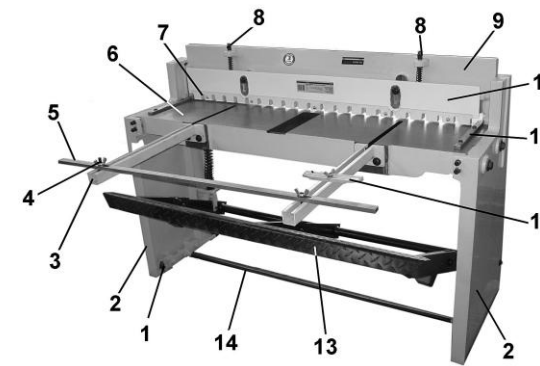

Рис. 2
5. УСТРОЙСТВО (Рис. 2)
6.4. Демонтируйте поддон, предварительно удалите четыре болта крепления (1), Рис. 2.
7.5.2. Регулировка усилия возвратной пружины (35) выполняется гайкой (36) при максимально нажатом ножном рычаге (13).
8. ПОРЯДОК РАБОТЫ (Рис. 2, 3)